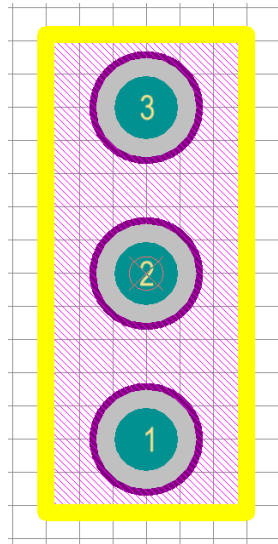

Рис. 3.17
15) після розміщення останньої точки, натисніть правою кнопкою миші або клавішу [Esc], для виходу з режиму малювання. Результат зображений на рис. 3.17.